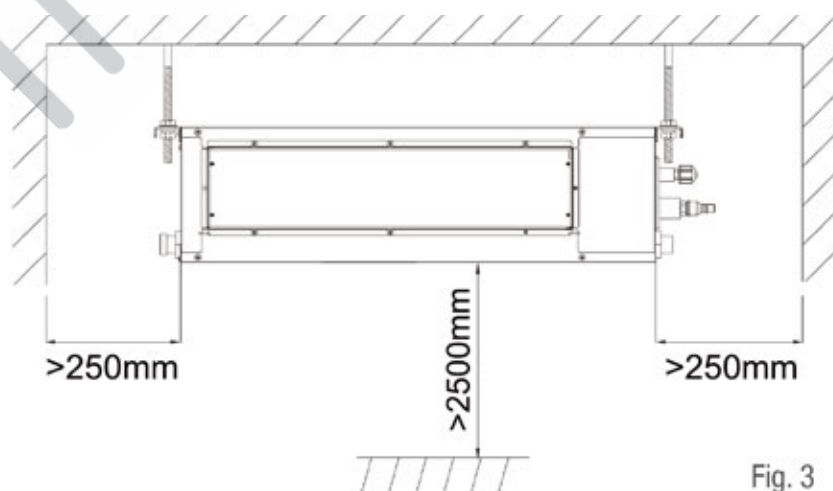

Fig. 3
4. Stellen Sie sicher, dass die Abstände in Abb. 3 eingehalten werden.